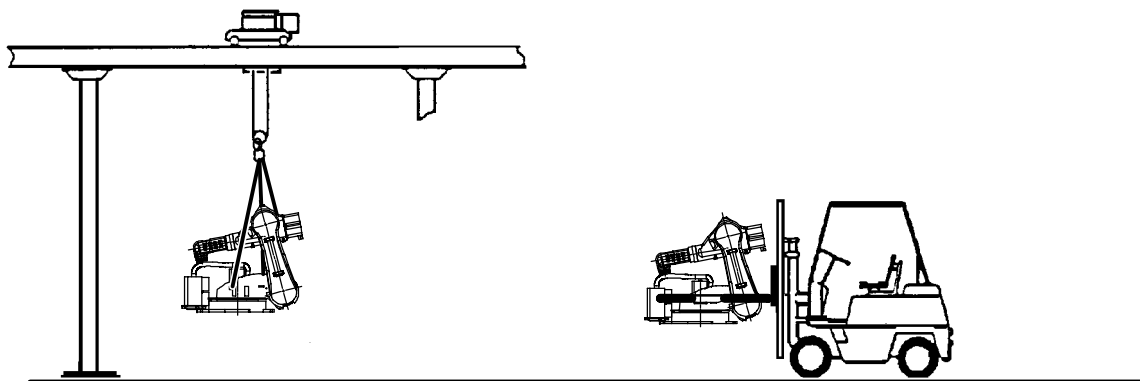

Fig. 51 Transport du manipulateur
- Avec un harnais de transport et une grue (Fig. 51, à gauche)
- Avec un chariot élévateur à fourches (Fig. 51, à droite)